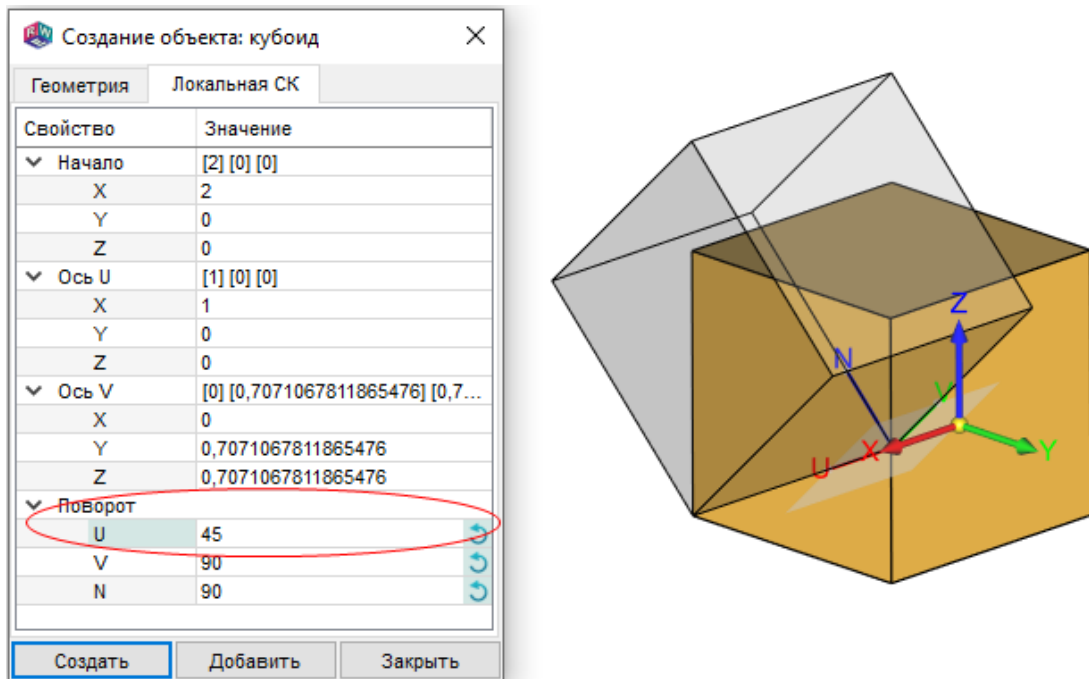

Рис. 170
16.9.4. При изменении параметров объекта формируется временный объект визуализации для оценки правильности задания параметров (пример показан на рис. 170).